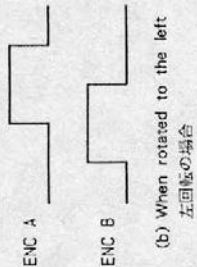

Fig.6
- The rotary encoder outputs two phased pulses whose phases are staggered every single click rotation.(See Fig. 6 (a), (b).)
- ロータリー・エンコーダは1クリック回転させるごとに、位相のずれた2相のパルスを出力します。(Fig.6 (a), (b))